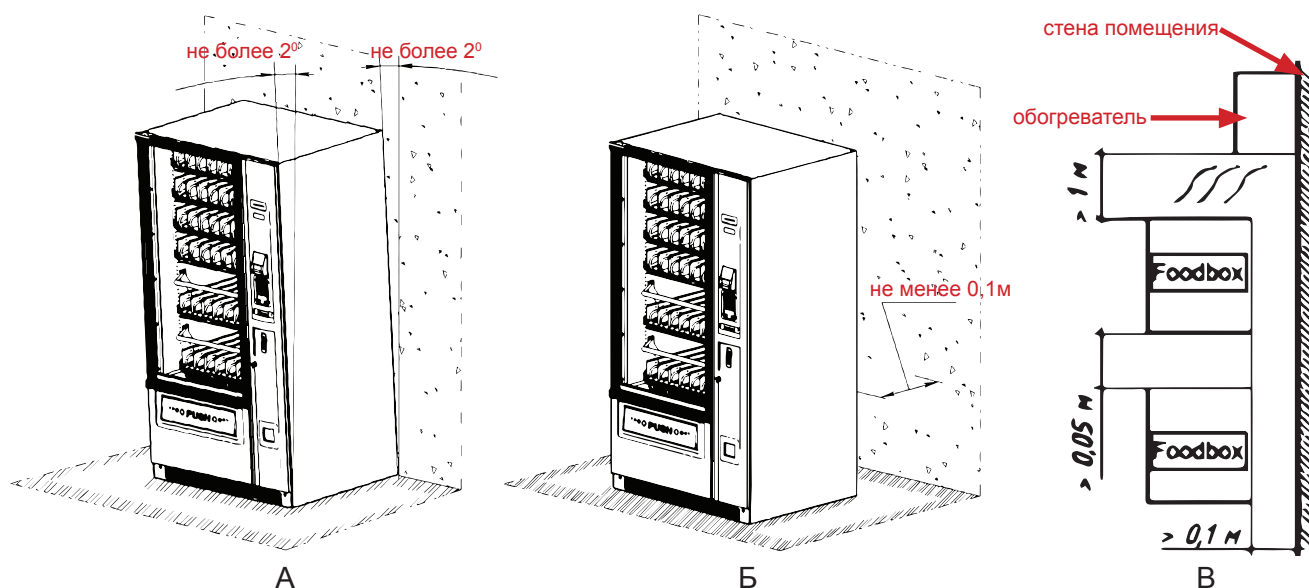

Рисунок 7 - Установка модуля
- запрещается устанавливать модуль под наклоном более 2° (см.рис.7а);
- расстояние от задней стенки модуля до предметов должно быть не менее 0,1 м (см.рис.7б,в);
Примечание: Допускается наклон модуля не более 2° (см.рис.7а). Наклон более 2° может привести к некорректной работе модуля!